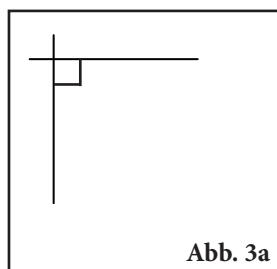
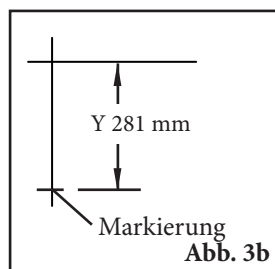
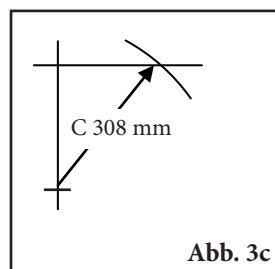
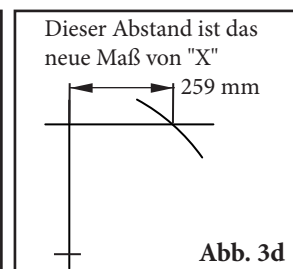

Abb. 3a
Abb. 3b
Abb. 3c
Abb. 3d
- Bestimmung der endgültigen Maße.** Zeichnen Sie auf einer ebenen, senkrechten Fläche mit Hilfe einer Wasserwaage eine horizontale und eine vertikale Linie an, die im rechten Winkel zueinander stehen (Abb. 3a). Messen Sie vom Schnittpunkt aus das festgelegte "Y"-Maß ab und markieren Sie es (Abb. 3b). Halten Sie ein Bandmaß an diese "Y"-Markierung und führen Sie das Bandmaß über die "X"-Linie, so dass das Bandmaß diese an der Stelle "C" schneidet (Abb. 3c). Die Strecke vom linken bis zum rechten Schnittpunkt auf der horizontalen Linie bildet das neue "X" (Abb. 3d).